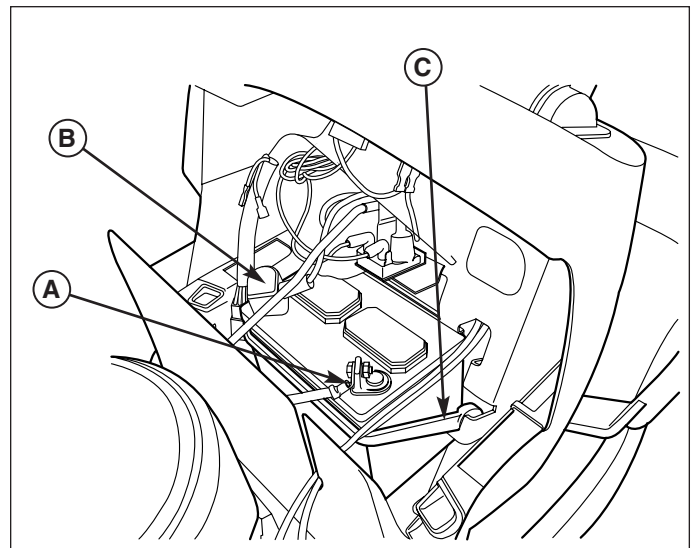

Figure 18. Batterie
1. Débrancher les câbles de la batterie, le négatif en premier (A, Figure 18).
2. Retirer la bride de maintien de la batterie (C) et la batterie.
5. Remettre la batterie dans son compartiment et l'assujettir avec la bride (C).
6. Rebrancher les câbles de la batterie, positif en premier (B).